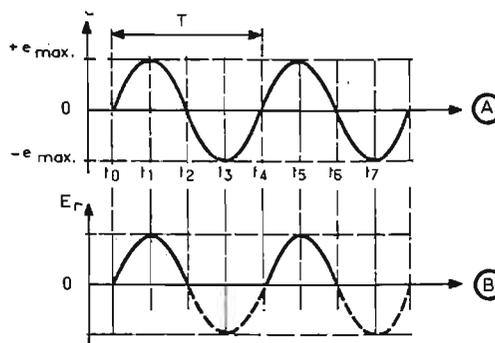

Fig. 11
Sur la figure 11 on montre, en tenant compte du temps *t*, en (A) la tension alternative sinusoïdale *e* en fonction du temps *t*. La période est T. Elle peut se diviser en quatre parties égales dont les durées sont : alternance positive : t_0 à $t_1 = t_1 - t_0 = T/4$: montée de la tension depuis $e = 0$ jusqu'à $e = \text{maximum} = + e \text{ max.}$